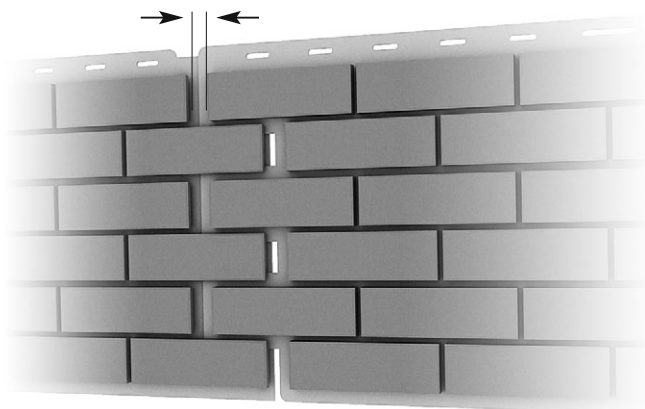

рис. 2
- а) делать небольшие зазоры между панелями (рис. 2);